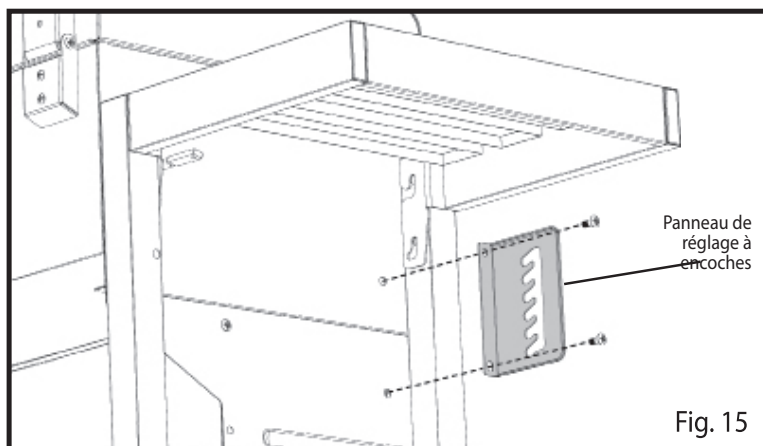

Fig. 15
Fixez le panneau de réglage à encoches au pied avant gauche n° 4 à l'aide de 3 deux (2) vis M6x15 (Fig. 15)